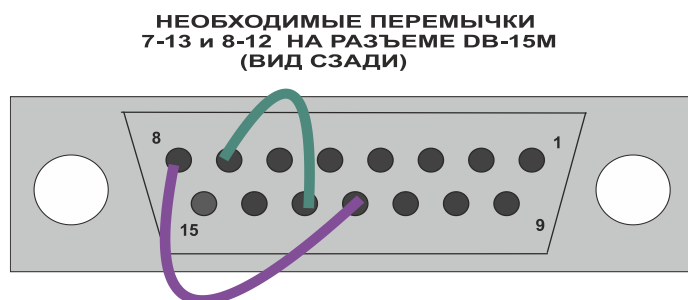

Рис.3
*В инверторах, предназначенных для параллельной работы, всегда установлен шлейф CAN и синхронизации (см. ПРИЛОЖЕНИЕ 6), поэтому для обеспечения одиночной работы необходимо установить в разъем CAN на лицевой панели ответную часть (вилку DB-15M) с выполненными перемычками 8-12 и 7-13 (см.рис.3).*